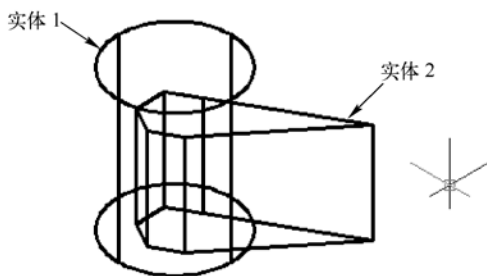

图 9-75 文件中已有的两个实体模型
(1) 打开随书光盘中“CH9”文件夹中的“BD_交集运算.dwg”文件。在该文件中包含着两个独立的实体模型，如图 9-75 所示。